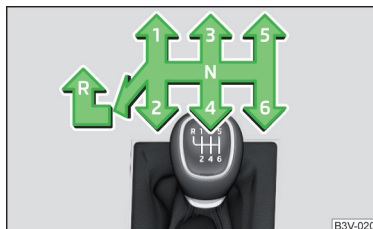

Abb. 262
Auf dem Schalthebel ist das Schaltschema für die einzelnen Gangstellungen dargestellt » Abb. 262.
- › Den Schalthebel nach unten drücken, völlig nach links und dann nach vorn in **R**-Stellung stellen » Abb. 262.